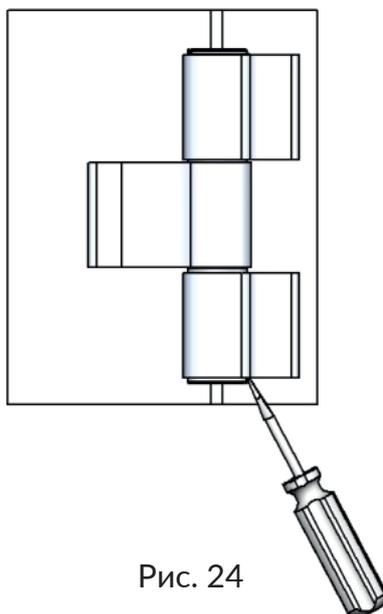

Рис. 24
17.1 С помощью отвертки снять пластиковые крышки рамных полупетель (Рис. 24).